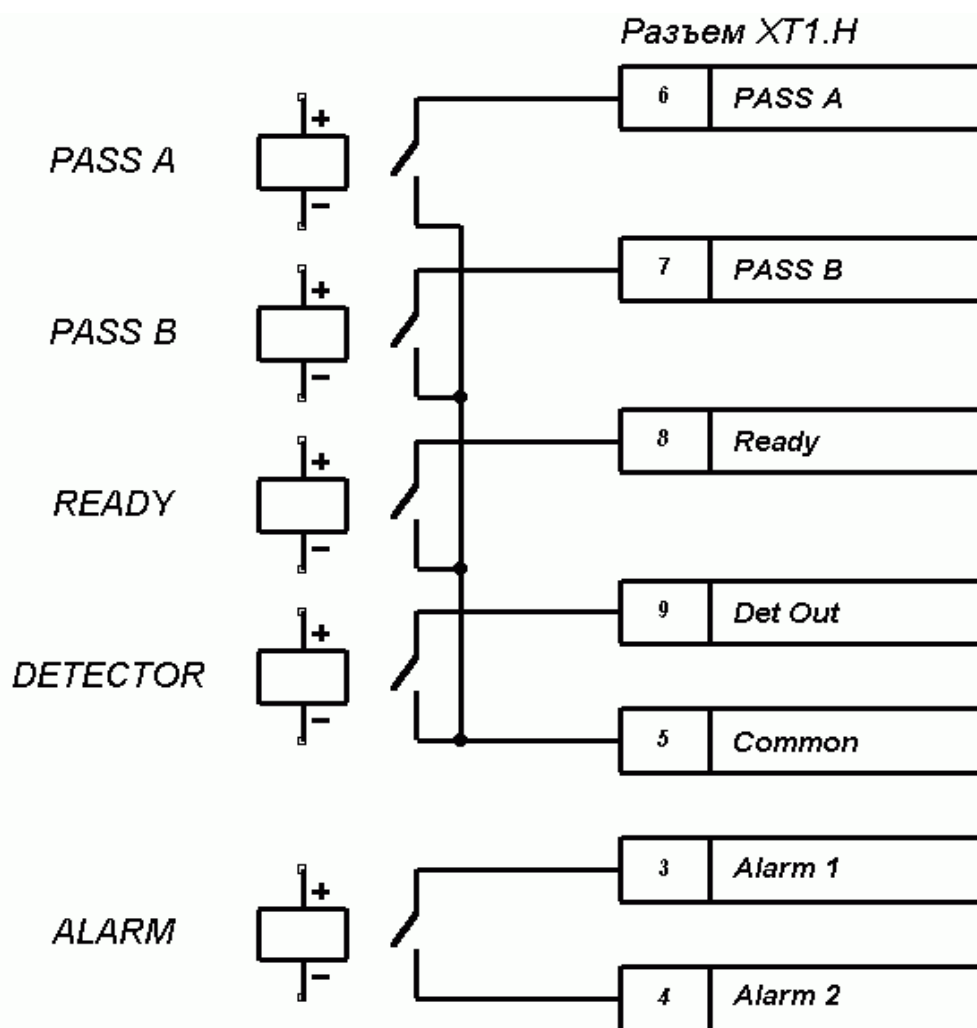

Рисунок 7 – Выходные каскады для PASS A, PASS B, Ready, Det Out и Alarm
5.4.3 Реле PASS A (контакты PASS A и Common), PASS B (контакты PASS B и Common), Ready (контакты Ready и Common), Detector (контакты Det Out и Common) и Alarm (контакты Alarm 1 и Alarm 2) имеют нормально-разомкнутые контакты. При этом общий для этих реле контакт Common не соединён с минусом источника питания турникета. В исходном (неактивном) состоянии при включенном питании контакты реле PASS A, PASS B, Ready и Detector замкнуты (на обмотку реле подано напряжение), а контакты реле Alarm разомкнуты (напряжение на обмотку реле не подано). Факт срабатывания/отпускаания реле PASS A, PASS B, Ready, Detector и Alarm можно определить по загоранию/гашению красных индикаторов, которые установлены вблизи указанных реле (см. рисунок 3). Выходные каскады для PASS A, PASS B, Ready, Det Out и Alarm — контакты реле (см. рисунок 7) со следующими характеристиками сигналов: